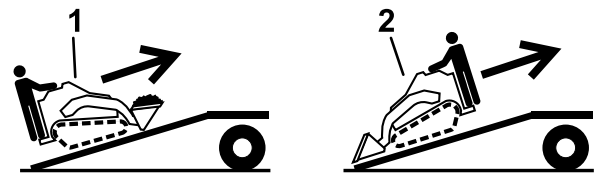

Figura 33
5. Cargue la máquina en el remolque por la rampa con el extremo más pesado hacia arriba, y la carga en la posición más baja posible (Figura 33).